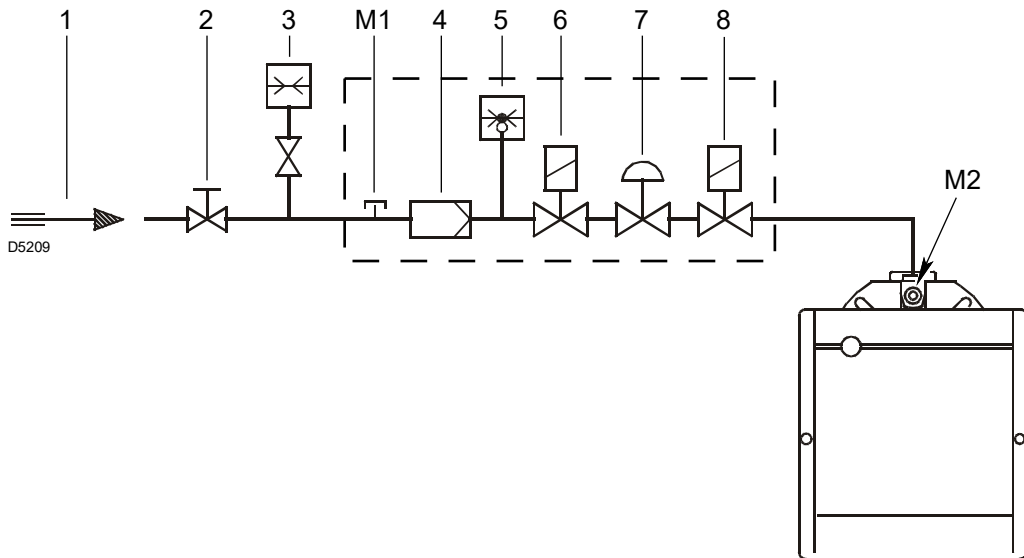

Abb. 14
Zeichenerklärung (Abb. 14)
Gasdruck, gemessen am Anschluss M2)(Abb. 14) unter folgenden Bedingungen:
- vom Gasdruck am Anschluss M2)(Abb. 14) den in der Brennkammer vorhandenen Druck abziehen.
Gasdruck am Anschluss M2)(Abb. 14) = 12,2 mbar
Um hingegen den am Anschluss M2)(Abb. 14) notwendigen Gasdruck zu ermitteln, nachdem die höchste Modulationsleistung festgelegt wurde, bei der Brenner arbeiten soll:
- Rechts, in Spalte 1, den Druck am Anschluss M2)(Abb. 14) ablesen.
Erforderlicher Druck am Anschluss M2)(Abb. 14).